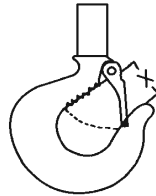

Figure 3- Inspection du crochet
- c. Inspectez le crochet une fois par jour pour le craquage, l'usure extrême ou le propagation. Remplacez les crochets montrant aucun des signes. Si les ouvertures de la gorge sont réparties plus larges que l'augmentation maximale autorisée de 15% figurant dans la figure. 3, les crochets ont été surchargés et doivent être remplacés. Tout crochet qui est plié ou tordu plus de 10 degrés du plan d'un crochet déplié doit être remplacé aussi (voyez la figure 3).